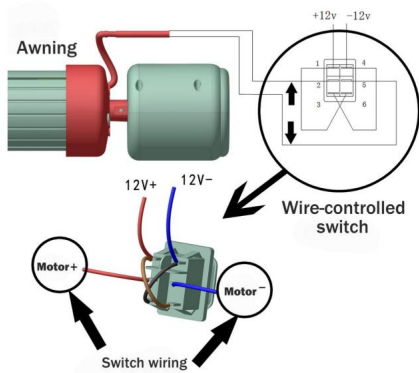

Abbildung D22
4.2 Nachdem Sie die korrekte Verkabelung überprüft haben, schalten Sie das Gerät ein und drücken Sie den Leitungssteuerungsschalter, um das Öffnen und Schließen des Sonnenschutzes zu testen. Wenn die Richtung des Knopfs nicht mit der Richtung der Öffnungs- und Schließbewegung übereinstimmt, vertauschen Sie bitte die Plus- und Minuspole der Verkabelung, um die Drehrichtung des Motors anzupassen (Abbildung D22).